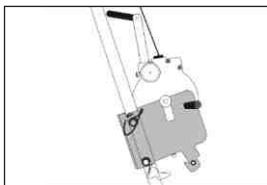

Bild. 2
- 2) Ta fallskyddssystemet (FA 20 401 30/FA 20 401 20) och placera kabeluttaget uppåt (bild 2).